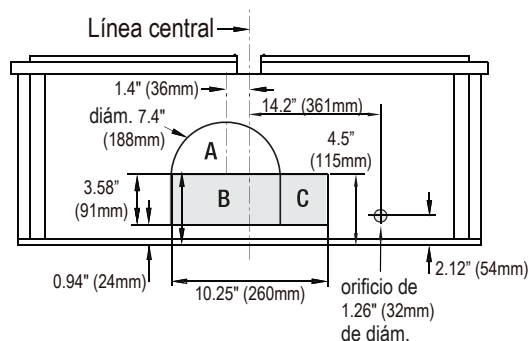
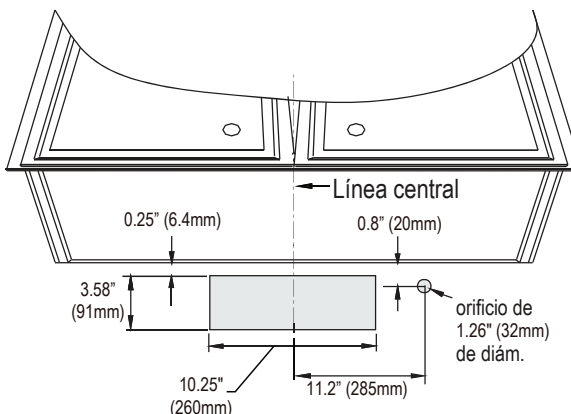

Fig. 3: Opción para ventilación superior
Fig. 4: Opción para ventilación posterior
- Determine si su sistema de ventilación existente es de ventilación en la parte superior o posterior, y asegúrese de que las aberturas en la alacena o en la pared para el regulador y para la alimentación eléctrica estén en un lugar adecuado y sean del tamaño apropiado, de acuerdo con la Fig. 3 si es ventilación superior, y con la Fig. 4 si es ventilación posterior. Para la ventilación en superior (Fig. 3), si utiliza un regulador redondo, la abertura debe ser A y B, únicamente. Si utiliza un regulador rectangular, la abertura debe ser B y C, únicamente.